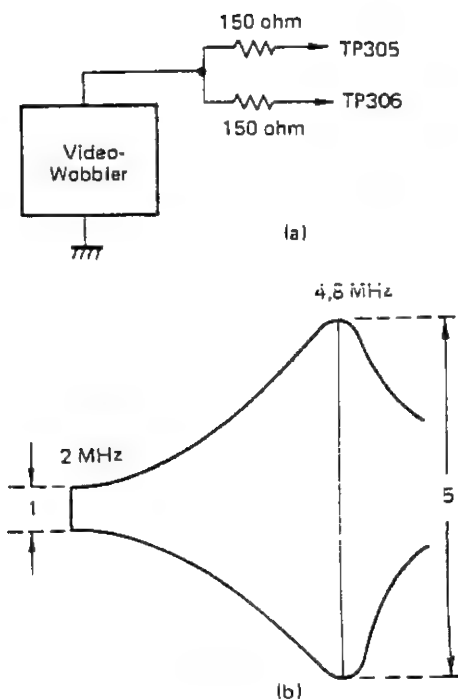

Abbildung 41.
2. Den Ausgang eines Video-Wobblers an TP-305 und TP-306 anschliessen. Siehe Abb. 41(a).
4. Daraufhin die Einstellung durchführen, wobei man sich auf Abb. 41(b) bezieht.
- 2) Den Bildhöhen-Regler im Oszilloskop so einstellen, daß die 2 MHz-Zone der entstehenden Wellenform wie in Abb. 41(b) gezeigt wird. Diese Zone nimmt man als 1 an (ein Referenzwert).